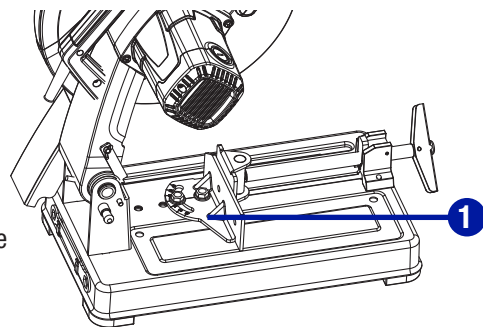

Fig. 9
**UTILISER LE GUIDE DE REFENTE (Fig. 9)**